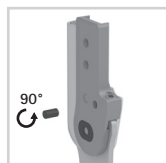

Fig. 19
- 7 Avvitare la parte soggetta a usura del perno filettato di circa 90° (fig. 19).